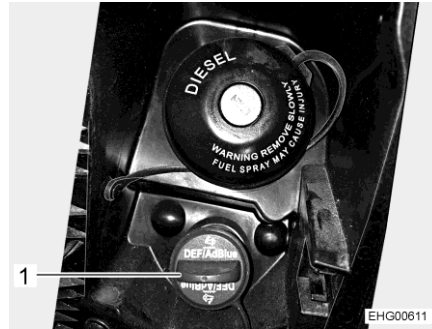

Bild 8 Einfüllstutzen für AdBlue®
- Blauen Deckel (Bild 8,1) entgegen dem Uhrzeigersinn drehen und abnehmen.